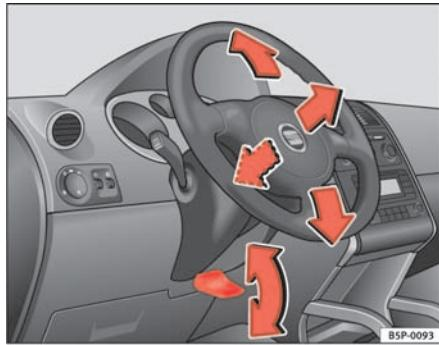

Fig. 89 Ajuste de la posición del volante
- Tire hacia abajo de la palanca ⇒ fig. 89 situada debajo de la columna de dirección ⇒ !.